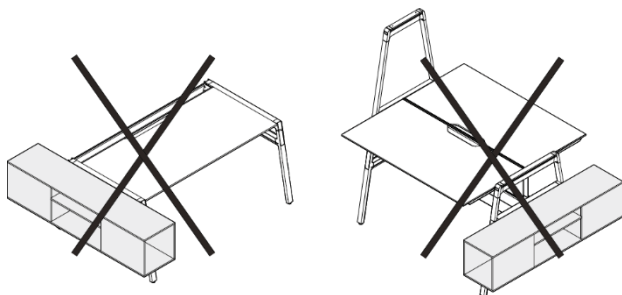

Figure 25 Compartiment latéral, montage inadmissible
- poste de travail individuel (voir Figure 25, à gauche).
- sur une arche (voir Figure 25, à droite).